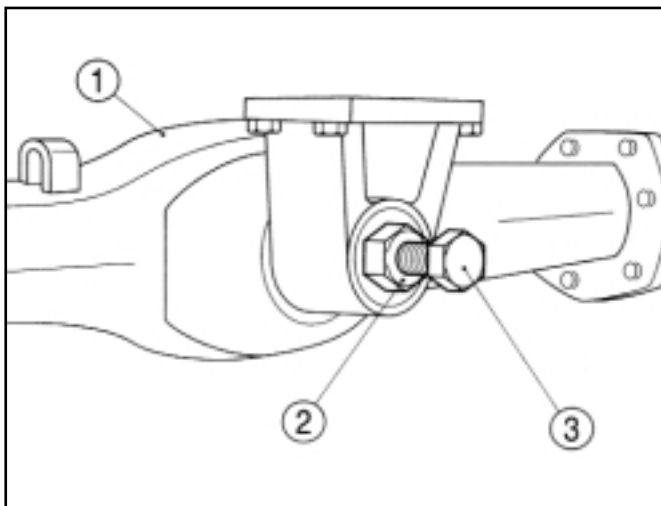

FIG. 126 / ABB. 126 / FIG. 126
Le jeu axial du pont avant (1) dans ses supports doit être de 0,1 à 0,3 mm. Mesurez le jeu axial lorsque les roues avant sont soulevées du sol (Fig. 126).
Das Längsspiel der Vorderachse auf ihren Tragzapfen sollte zwischen 0,1 bis 0,3 mm betragen. Das Vorderachslängsspiel bei angehobenen Vorderrädern messen (Abb. 126).
De speling van de voorasoverbrenging (1) naar voren en naar achteren in zijn bevestiging moet 0,1 - 0,3 mm bedragen. U kunt de speling meten als de voorwielen van de grond getild zijn (Fig.126).